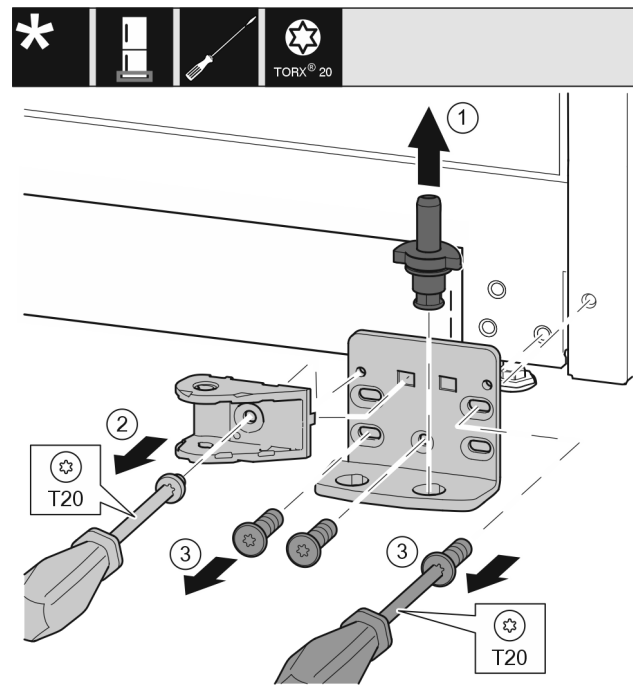

Fig. 34 \*
- ▶ Húzza ki teljesen a csapszeget felfelé. Fig. 34 (1)\*
- ▶ Csavarja ki a csavart a T20 csavarhúzóval, és vegye le a záráscsillapítót. Fig. 34 (2)
- ▶ Csavarja ki a csavarokat a T20 csavarhúzóval, és vegye le a csapágybakot. Fig. 34 (3)\*